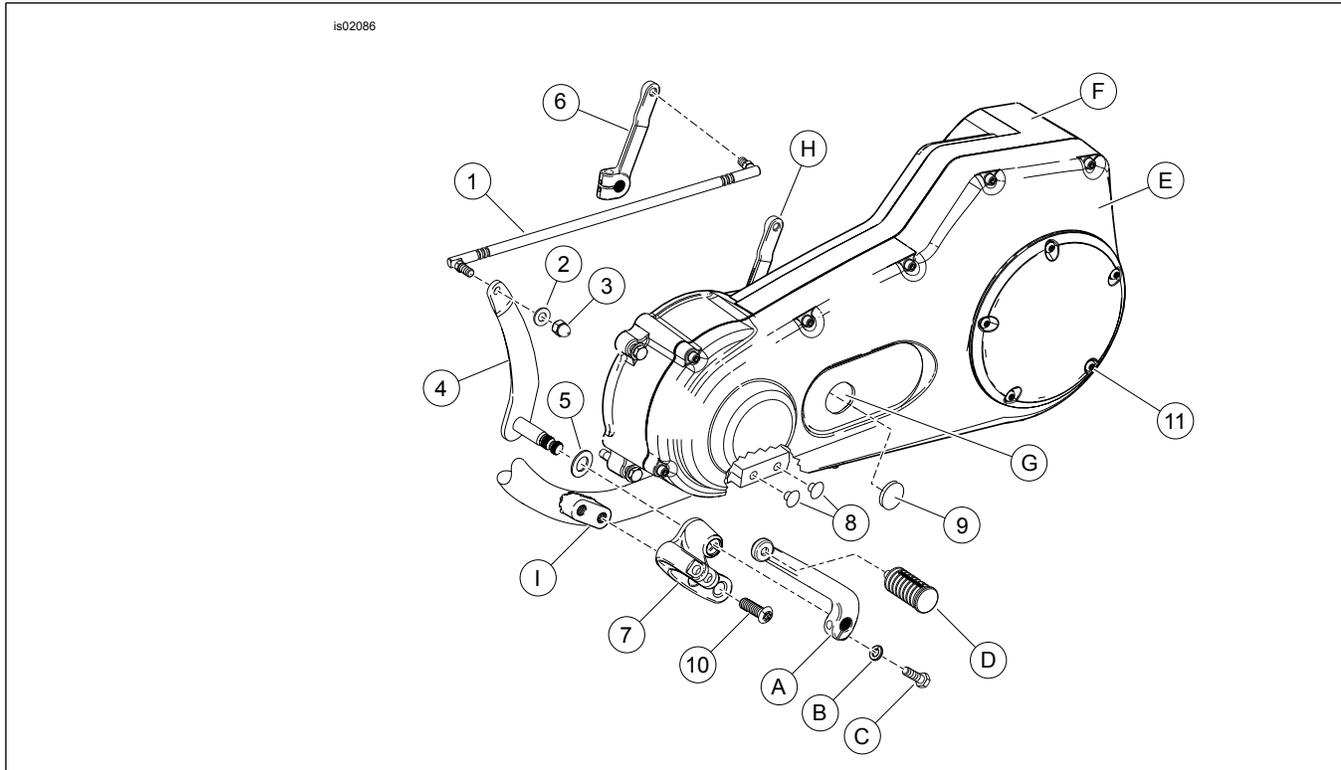
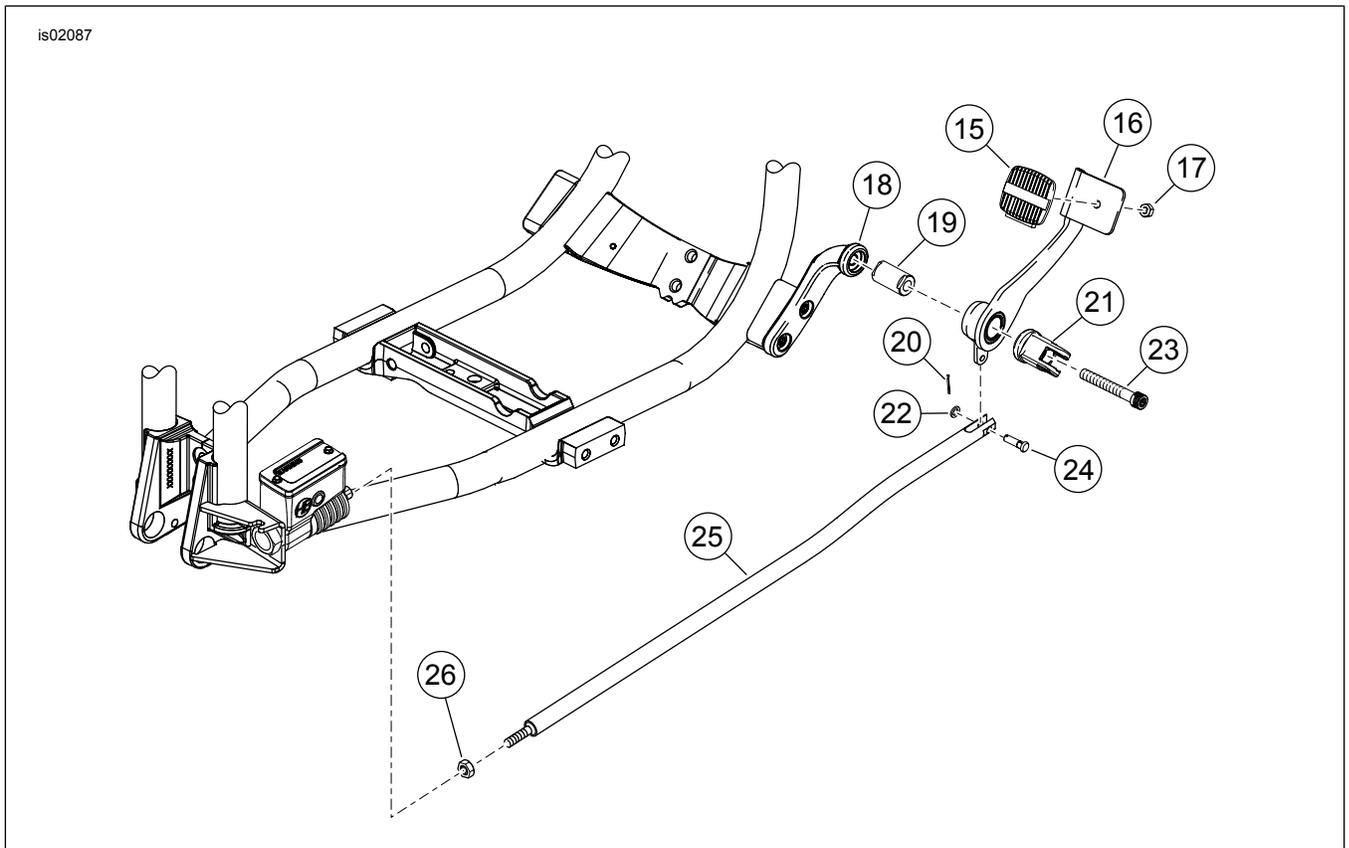

Figura 4. Piezas de servicio: kit de controles de pie delanteros para modelos Dyna
Figura 5. Piezas de servicio: kit de controles de pie delanteros para modelos Dyna
Vea la Figura 4 y la Figura 5. Las piezas de soporte de montaje y la horquilla (7, 18 y 21) también pueden comprarse por separado para actualizar el modelo FXDWG estándar a este kit cromado.
Vea la Figura 4 y la Tabla 1, la Figura 5 y la Tabla 2.
2. Vea la Figura 4. Quite el conjunto del apoyapiés del motociclista del lado izquierdo. Guarde el apoyapiés y los sujetadores para la instalación. Deseche el resto de los elementos de sujeción.
3. Del kit, presione los tapones de agujeros (8) dentro de los agujeros de tornillos en la estructura donde estaba montado el conjunto del apoyapiés de fábrica.
4. Quite los tapones del soporte de la estructura de los controles delanteros (I) y deséchelos.
5. Quite la palanca de cambios (A) y el taco de cambios del lado izquierdo (D). Guárdelos para su uso futuro.
8. Vea la Figura 4. Instale una arandela de presión (5) en el eje de la palanca de cambios (4). Aplique antiarruggador Loctite® al eje y deslice el eje dentro de la pieza de soporte de cambios (7). Instale la pieza de soporte de cambios en los agujeros de montaje de la estructura usando los tornillos Torx® (10). Apriete los tornillos a 41–47 N·m (30–35 ft-lbs).
10. Instale la varilla de cambios **nueva** (1) sobre la palanca de cambios de la transmisión (6) y la palanca de cambios (4). Apriete a 8–10 N·m (70–90 in-lbs).
2. Vea la Figura 5. Afloje la contratuerca (26) de la varilla del freno en la bomba del freno trasero.